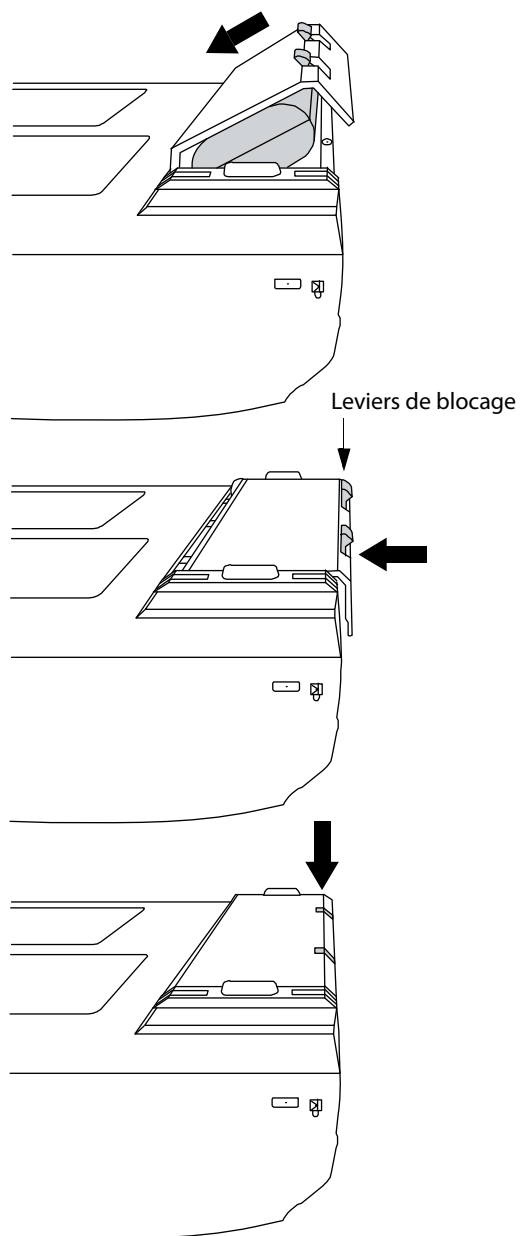

Figure 2-3 Installation de la batterie
- 3 Placez la batterie dans son compartiment en l'inclinant légèrement. Consultez Figure 2-3, à la page 2-4.